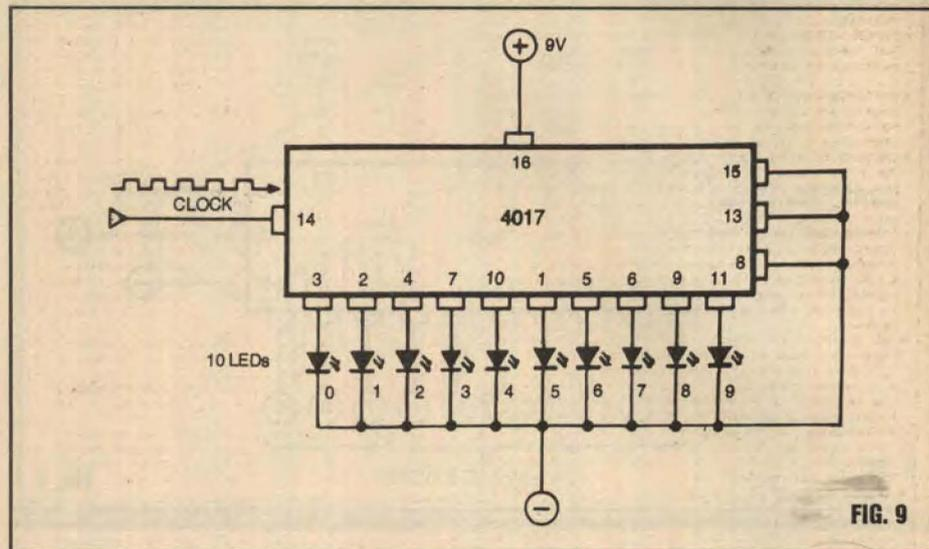

FIG. 9
- FIG. 9 - UM SISTEMA COMPLETO, CONTADOR/DECODIFICADOR/INDICADOR, COM DISPLAY DE LEDS, USANDO O 4017... - Voltando um pouco aos primeiros itens da presente "Lição", quando exemplificamos a decodificação da contagem, de binário para uma forma "decimalmente entendível", usando para isso barras com LEDs, e aplicando agora o que aprendemos sobre o versátil 4017, podemos (vejam "esquema"...) elaborar uma estrutura muito simples e direta, constando praticamente *apenas* do Integrado e dos LEDs indicadores, para contagem, decodificação e indicação através de barra de 10 LEDs... Toda a eventual "complicação" está (e fica...) "lá dentro" do 4017 que comanda, através das suas 10 Saídas, a década de LEDs (observar a ordem...) para indicação direta, através da iluminação clara e única do "LED da vez", de contagens de 0 a 9 (em "puro" decimal...). Quem quiser realizar a experiência sobre um *proto-board* poderá fazê-lo com grande facilidade... A Entrada dos pulsos deve ser feita pelo pino 14 (Entrada de Clock). A alimentação (positivo no pino 16 e negativo no pino 8...) deve situar-se entre 6 e 9V, para ao mesmo tempo garantir boa luminosidade nos LEDs, sem "forçar" nem estes nem o próprio Integrado, em termos de dissipação ou excesso de Corrente... Os pinos de Clock Enable (13) e de reset (15) devem ser "negativados" (mantidos em nível "0"...) para que a contagem, decodificação e indicação se dêem sem interrupções ou "proibições". Lembrar das características e dos